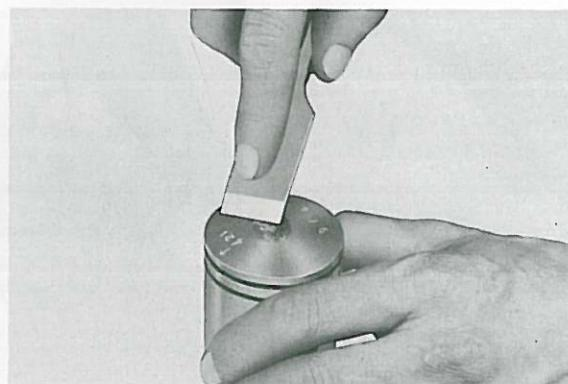

Fig. 3-3-10
2. Remove carbon deposits from piston crown. (Fig. 3-3-10)
2. Décalaminer la calotte du piston. (Fig. 3-3-10)
2. Ölkhohleablagerungen vom Kolbendeckel entfernen. (Fig. 3-3-10)